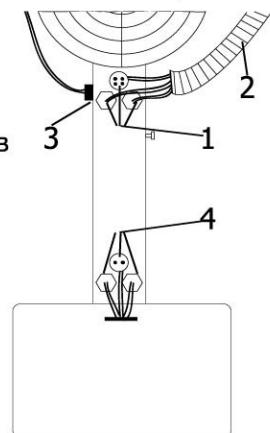

рис. 3
- Вставьте кабель распылителя и патрубки в соответствующие разъемы на верхней части опорной стойки вентилятора (см. отметку 1 на рис. 3).
- Наденьте на электрошнур распылителя и патрубки защитный гофрированный шланг (см. отметку 2 на рис. 3).
- Подключите штекер вентилятора в соответствующий разъем электропитания вентилятора на верхней части опорной стойки (см. отметку 3 на рис. 3).
- Подсоедините выведенные через крышку резервуара кабель насоса и патрубки в разъемы для кабеля и патрубков в нижней части стойки вентилятора (см. отметку 4 на рис. 3).